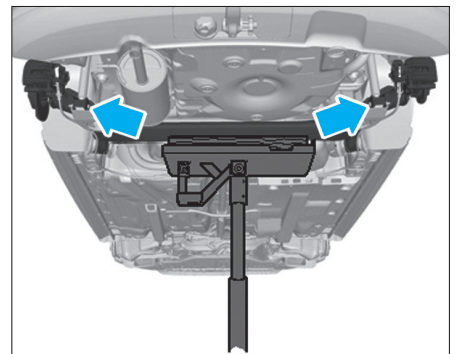

FIG. 82
- Déposer les vis (8) gauche et droite de l'essieu.
- Extraire l'essieu arrière des amortisseurs (Fig.82).